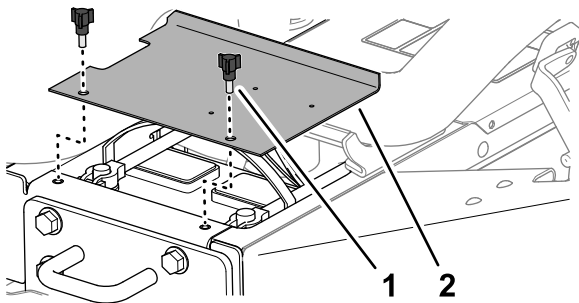

Figura 4
1. Retire los 2 pomos que sujetan la tapa de la batería a la máquina, y retire la tapa (Figura 4).